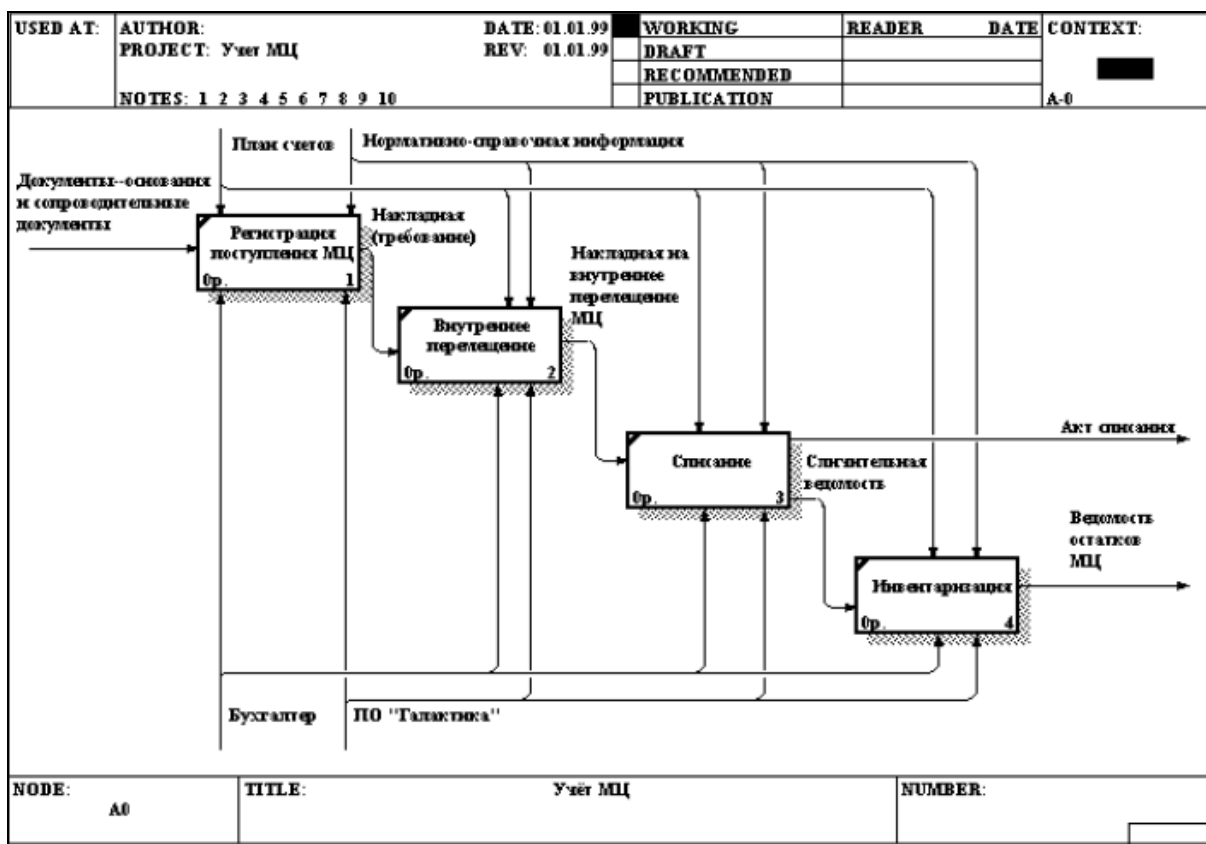

Рисунок 1.3 – Пример диаграммы декомпозиции модели
4. Постройте диаграмму декомпозиции (см. рисунок 1.3), щелкнув по кнопке  на палитре инструментов. Возникает диалог Activity Box Count, в котором следует указать методологию IDEF0 новой диаграммы и количество работ в ней. Допустимый интервал числа работ 2-8. Для обеспечения наглядности и лучшего понимания моделируемых процессов рекомендуется использовать от трех до шести блоков на одной диаграмме. Если оказывается, что количество работ недостаточно, то работу можно добавить в диаграмму, щелкнув сначала по кнопке  на палитре инструментов, а затем по свободному месту на диаграмме. Работы на диаграммах декомпозиции обычно располагаются по диагонали от левого верхнего угла к правому нижнему. Такой порядок называется порядком доминирования. Согласно этому принципу расположения в левом верхнем углу располагается самая важная работа или работа, выполняемая по времени первой. Далее вправо вниз располагаются менее важные или выполняемые позже работы. Такое расположение облегчает чтение диаграмм, кроме того, на нем основывается понятие взаимосвязей работ.